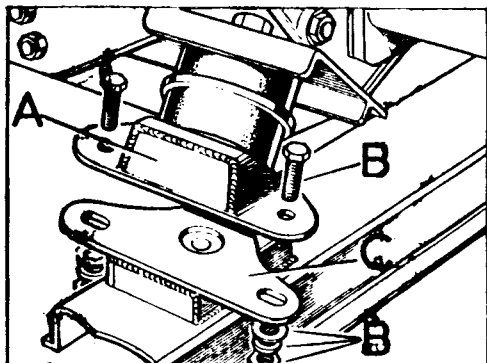

Fig. C-18 Soportes traseros de las -
- 1.7. Soltar los elementos de fijación, B (Fig. C-18) de los dos soportes de apoyo traseros, A, del conjunto.